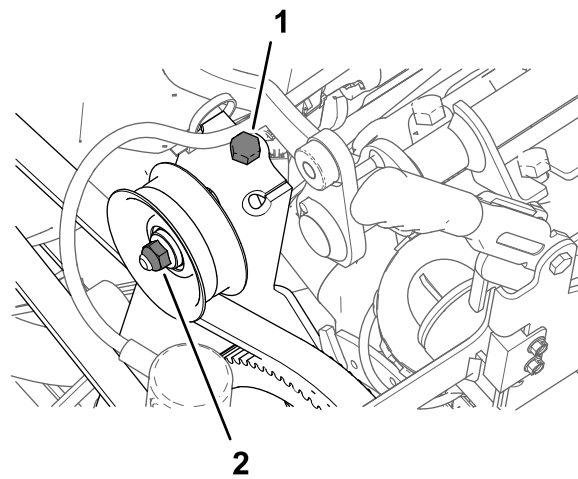

図 177
1. アイドラプーリのシャフトのナットをゆるめる 図 177。
2. ベルトテンションボルトをゆるめてポンプベルトの張りを完全になくす 図 177。